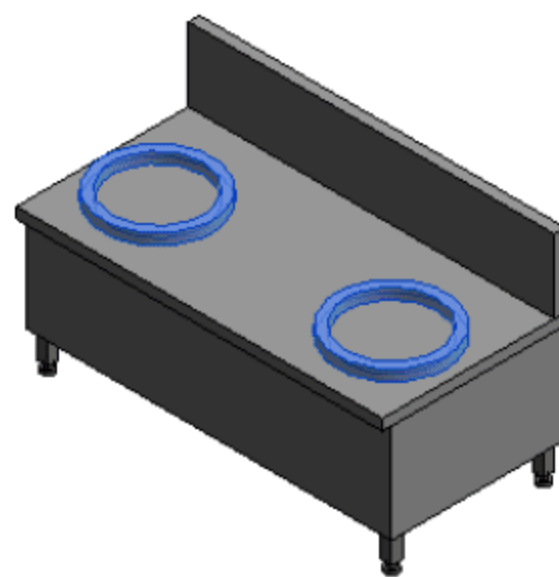

图 8.2.13 炉围 A 效果图
(13) 编辑可见性并添加材质。首先, 选中炉围 A 图元, 在“属性”面板中编辑“可见性/图形”选项, 去掉“平面/天花板平面视图”勾选, 单击“确定”按钮。其次, 添加炉围 A 的材质, 选择“不锈钢”类型, 单击“确定”按钮。如图 8.2.13 所示。